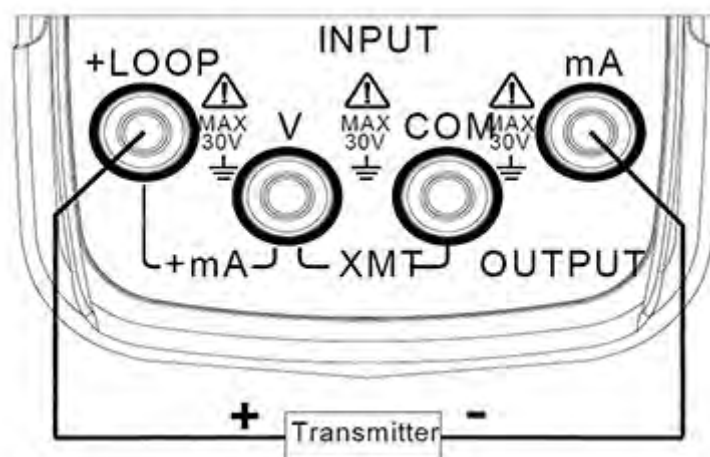

Abbildung 6-3
- Stecken Sie die Messleitung in die +LOOP- und mA-Eingangsbuchsen (INPUT) des EC mAV 2 wie in Abbildung 6-3 gezeigt: